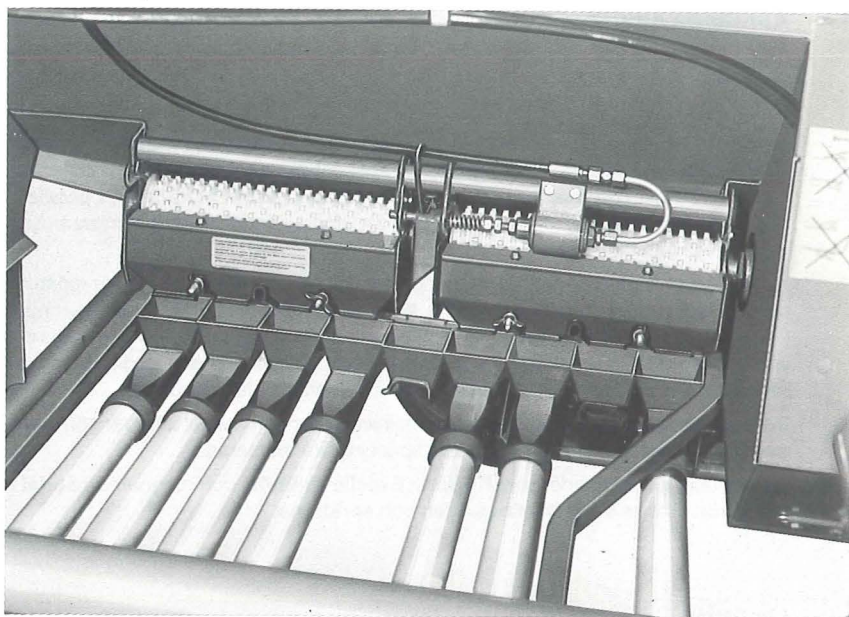

Fig. 13
4.13 Delbreddsavstängning för konstgödsel och mikrogranulat (fig. 13)